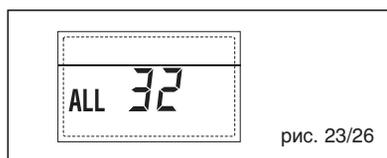

рис. 23/26
– НЕПОЛАДКА СВЯЗИ ПЛАТЫ RS-485 В РЕЖИМЕ MODBUS “ТРЕВ. 33” (рис. 23/27)